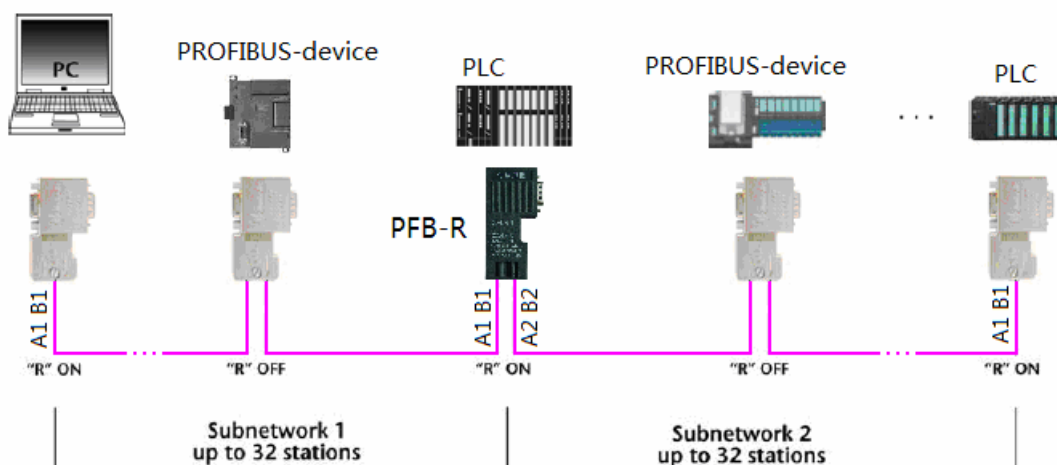

图6-1 四星电子迷你型中继器PFB-R扩展通信距离和增加站点数
- 1、使用迷你型 PROFIBUS 中继器 PFB-R 来延长通信距离和增加站点数量。如图 6-1 所示，中继器 PFB-R 将总线分割成段一和段二，每段电缆长度符合 PROFIBUS 对应传输速率下的长度，每段允许接入最多 32 个站点设备。注意图中 PFB-R 的终端电阻设置开关须拨到“ON”。